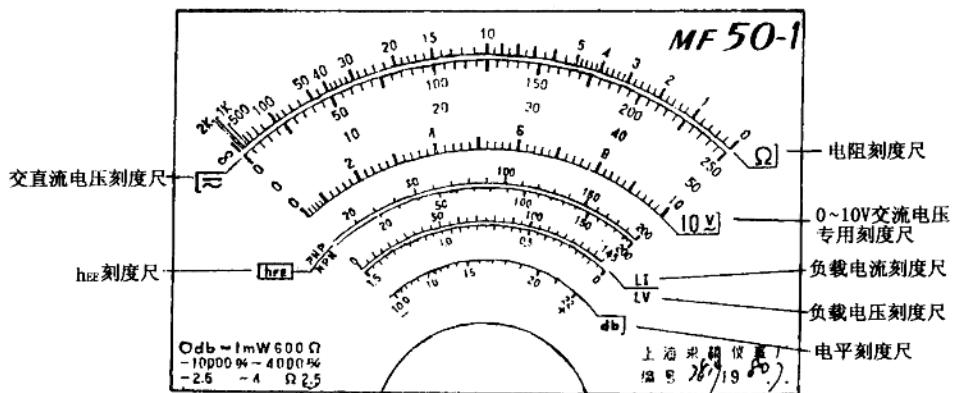

图 1-18 万用表表头刻度
(3) 正确读数：万用表上表头刻度标尺是很多的（图 1-18），不同的项目和量程使用不同的刻度标尺，不要误读到别的刻度上去。读数时视线应与表头刻度盘垂直，否则会引起读数偏差。万用表针都是扁状的，读数时应使视线只看到表针上的红线，而看不到表针的两边的侧面。有些万用表的刻度标尺后有反光镜，读数时应看不到反光镜中的表针。